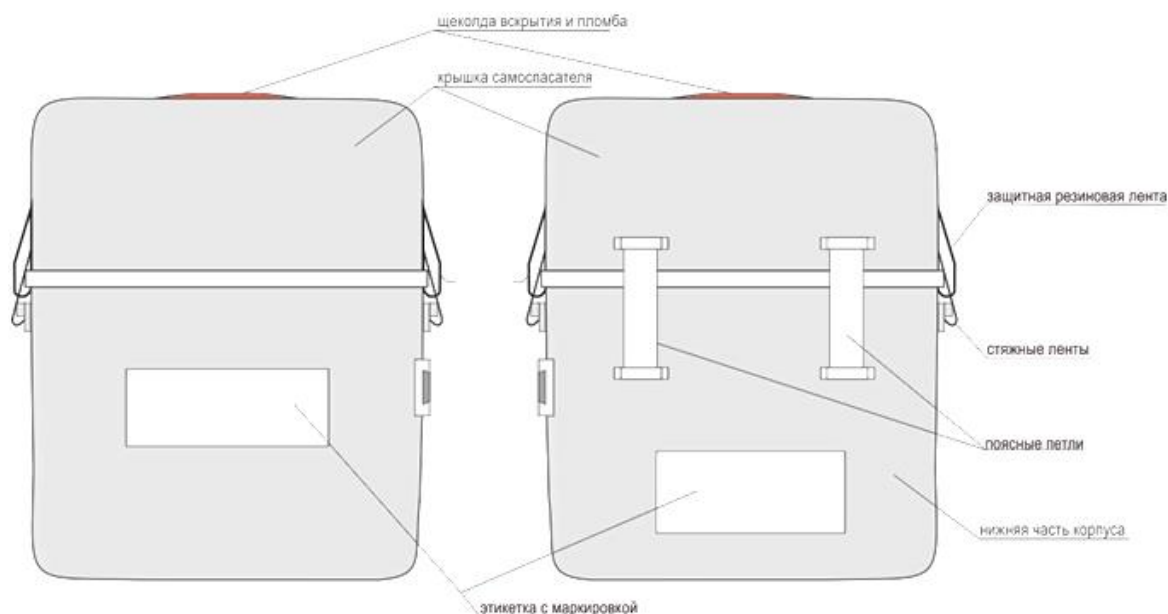

Рис. 1. Внешний вид самоспасателей с номинальным ВЗД 30, 85 и 90 минут.
5.1. Внешний вид самоспасателей с номинальным ВЗД 30, 85 и 90 минут представлен на рис. 1.